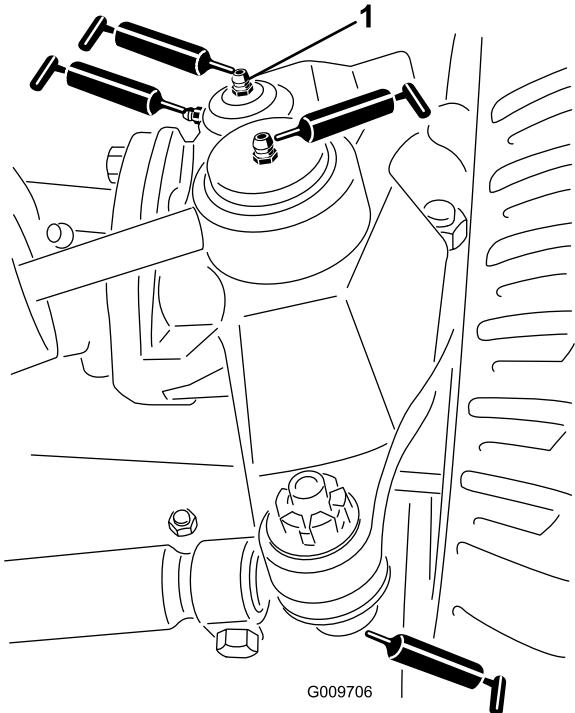

Figura 50
- Giunti sferici (2) del cilindro di sterzo (Figura 50)
- Giunti sferici (2) del tirante (Figura 50)
- Boccole (2) del perno del fuso a snodo (Figura 50). **Il raccordo superiore sul perno del fuso a snodo richiede soltanto una lubrificazione annuale (2 pompage).**